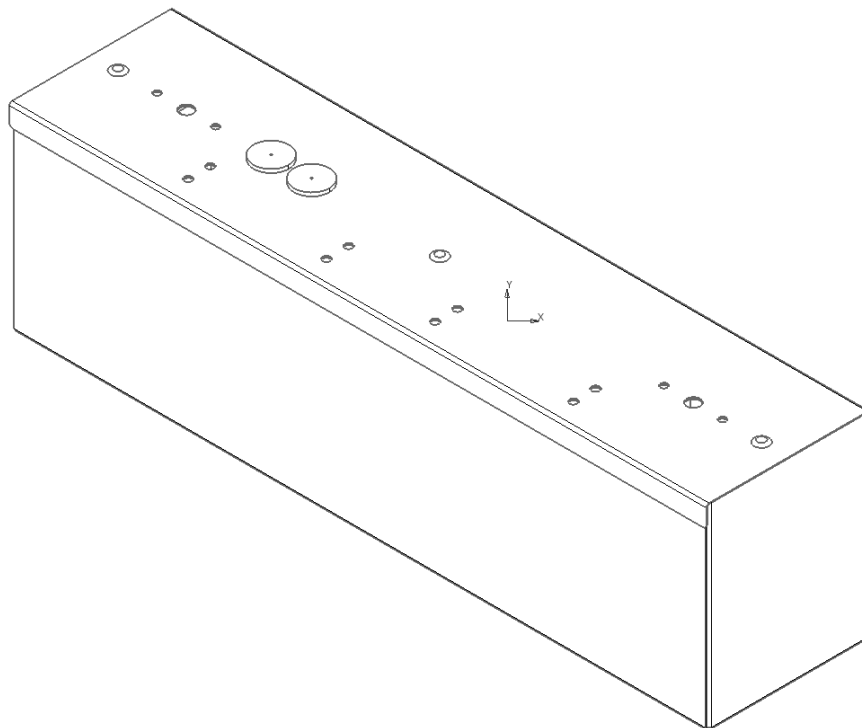

Рисунок 7 - Схема установки отсека источника питания и БАП светильника ДВО18 ЕМ3 DT
5.3.6. Установите крышку отсека источника питания и БАП, закрутив 2 винта (см. рисунок 7).